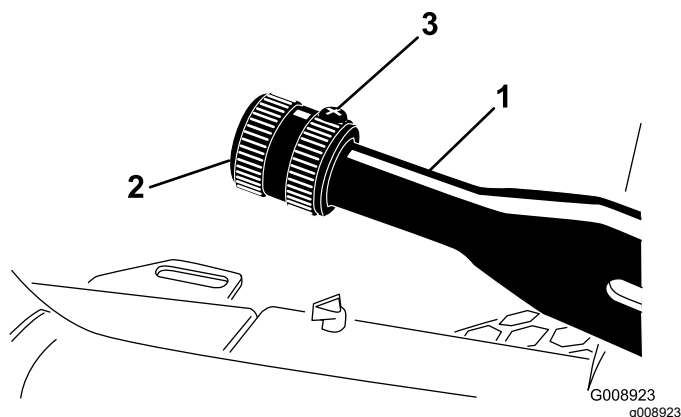

Рисунок 63
2. Ослабьте установочный винт, который крепит ручку к рычагу стояночного тормоза (Рисунок 63).